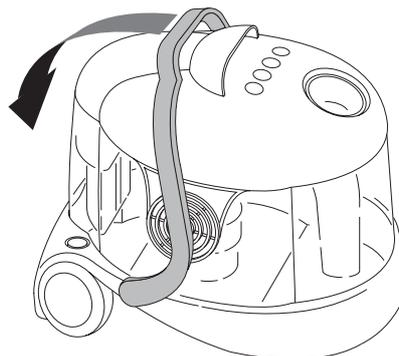

fig. 1
- Abbassare completamente la maniglia blocca testata **T** (fig. 1).